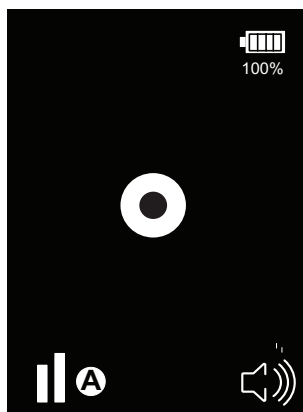

Fig. 6: Affichage de l'état stable.
3. Le CS LD 1.0 est prêt à commencer la recherche de fuites lorsque le "bip" sonore retentit. Le cercle central clignote en synchronisation avec le son (Fig. 6)